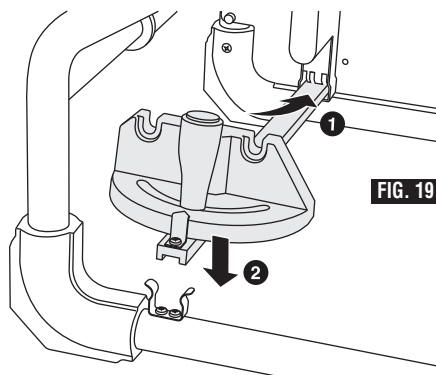

FIG. 19
1. Insérez l'extrémité avant de la jauge à onglet dans la fente située en bas du porte-bâton poussoir (Fig. 19).